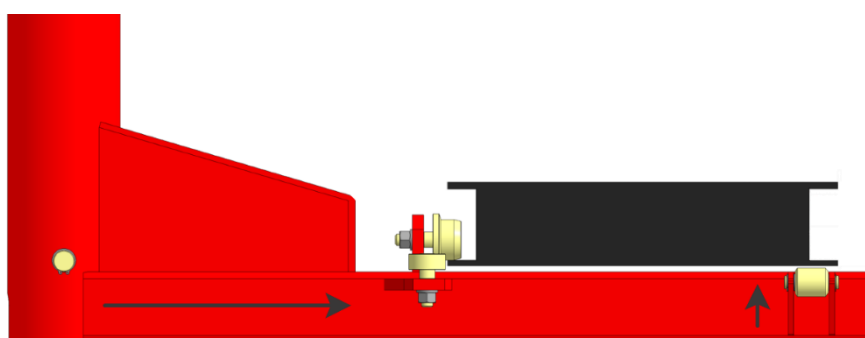

Рисунок 45
- Установите силовое устройство, задвинув ролики скольжения на нижний выступ торца платформы (рисунок 45).